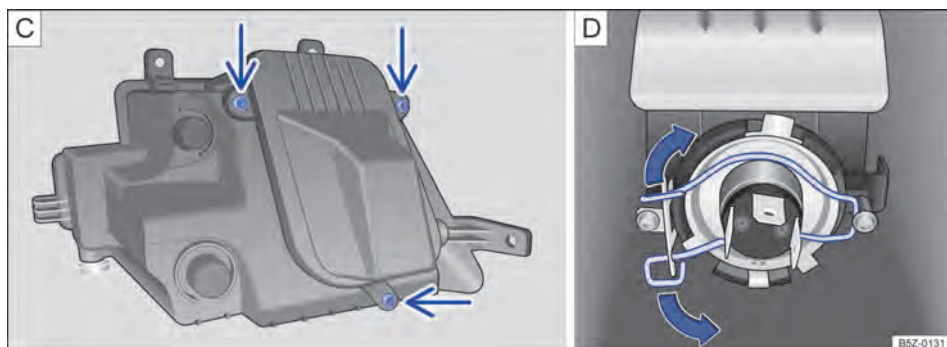

Fig. 184 No para-choque dianteiro: **C** retirar os parafusos da cobertura da lâmpada e **D** lâmpada do farol de neblina.
-  Retirar os parafusos indicados pelas setas → Fig. 184 **C**, para acessar a lâmpada do farol de neblina.
-  Comprimir a mola de travamento no sentido da seta → Fig. 184 **D** e deslocá-la para desatrar a lâmpada.